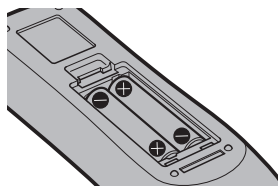

図 2
- 2) 電池を入れ、ふたを閉じる（●側から先に入れます）（図 2）